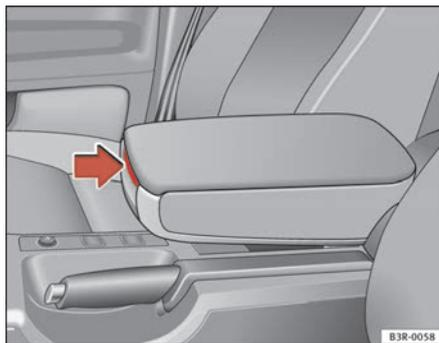

Fig. 115 Reposabrazos entre el asiento del conductor y el del acompañante
- Pulse la palanca de desbloqueo ⇒ **fig. 115**.